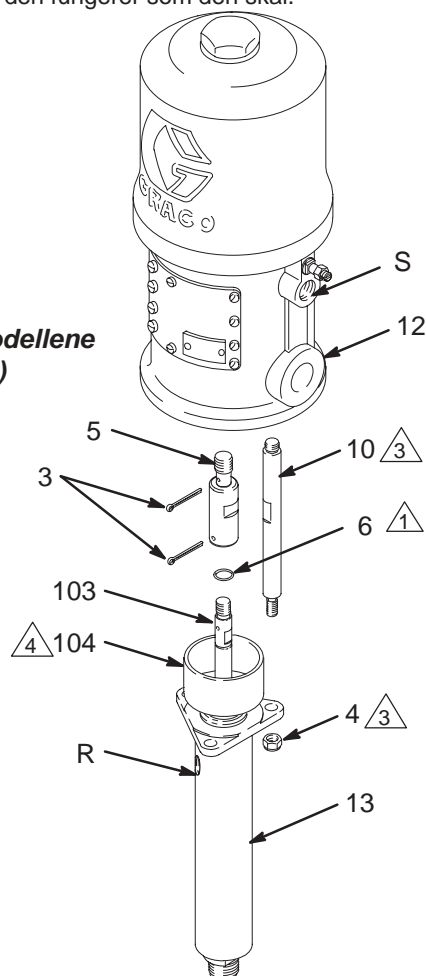

Fig. 3
Pakkmutteren/smørekoppen (104) må til enhver tid være fylt med Graco Throat Seal Liquid (TSL) (pakkmutterolje) eller et kjemisk forenlig løsningsmiddel for å beskytte pakningene mot slitasje. Sjekk pakkmutterens tiltrekningsmoment en gang i uken. Det skal være mellom 24 og 27 N.m; den må ikke trekkes til for hardt. Se Fig. 3 på side 11. Avlast trykket før pakkmutteren justeres eller fylles med TSL.
2. Koble fra luft- og væskeslangene. Ta pumpen av braketten. Noter stillingen av væskeutløpet (R) i forhold til luftinntaket (S). Se Fig. 3.
3. Skru løs låsemutrene (4) på strekkstengene (10). Ta ut splinten (3). Trekk stempelpumpen (13) forsiktig av luftmotoren (12) eller adapteren (5, kun President pumpene). Undersøk o-ringene (6).
1. Smør o-ringene (6) og sjekk at den sitter på plass på stempelstangen (103).
2. Plasser væskeutløpet (R) i riktig stilling i forhold til luftinntaket (S), slik som notert i trinn 2 under **Demontering av stempelpumpe**. Sett stempelpumpen (13) på strekkstengene (10). Se Fig. 3.
3. Skru stempelstangen (103) inn i luftmotorens aksel (12) eller adapter (5, kun President pumpene) helt til splint-hullene flukter med hverandre. Skru låsemutrene løst (4) på strekkstengene (10). Sett inn splinten (3).
4. Monter pumpen på braketten og koble til alle slanger. Monter jordledningen hvis den ble tatt av under reparasjonen. Trekk til pakkmutteren med et moment på (104) mellom 24 og 27 N.m. Fyll smørekoppen med Graco Throat Seal Liquid (pakkmutterolje) eller et kjemisk forenlig løsningsmiddel.
5. Skru låsemutrene (4) jevnt på strekkstengene, og trekk til med momentet som er gitt i Fig. 3. Start pumpen og la den gå med et lufttrykk på ca. 0,28 MPa (2,8 bar) for å sjekke om den fungerer som den skal.